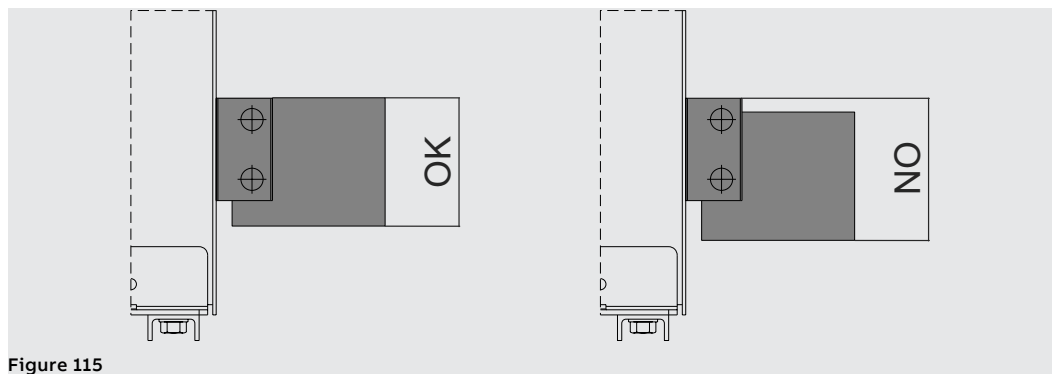

Figure 115
- Garantir l'utilisation maximale de la surface de la prise. Voir exemple Figure 115.